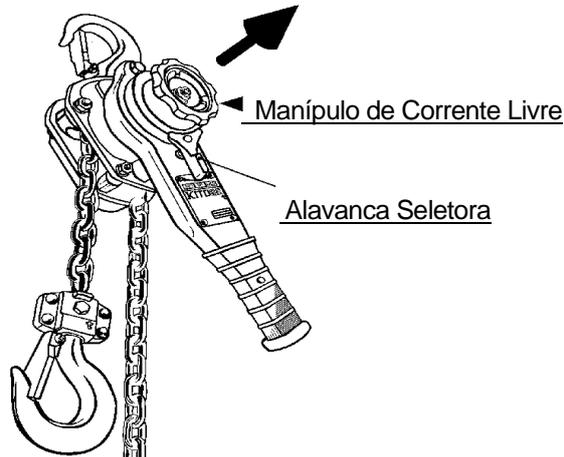

Figura 4-1 Modo Corrente Livre
- Puxe o manipulador para ajustar a corrente na direção e no comprimento desejado. Veja a Figura 4-1.